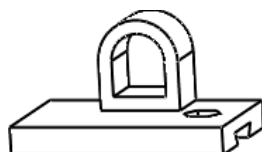

图 5.2.5 消除隐藏线
-  (消除隐藏线显示方式): 模型以线框形式显示, 可见的边线显示为深颜色的实线, 不可见的边线被隐藏起来 (即不显示), 如图 5.2.5 所示。